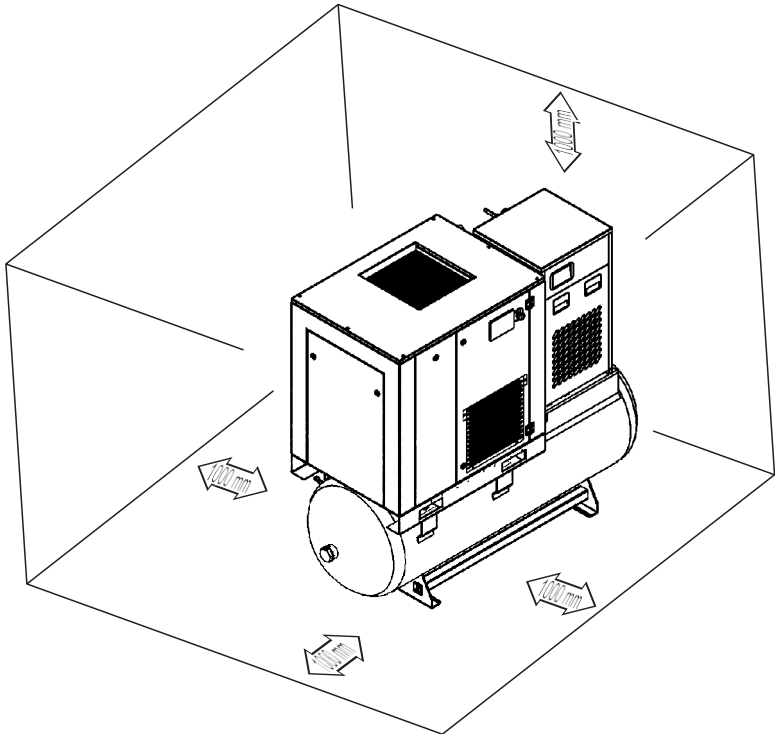

Figura 6 Locația recomandată pentru compresor în interiorul încăperii
- Dacă nu este disponibil un stivuitor, compresorul poate fi ridicat cu ajutorul unei macarale, așa cum se vede în Figura 6.